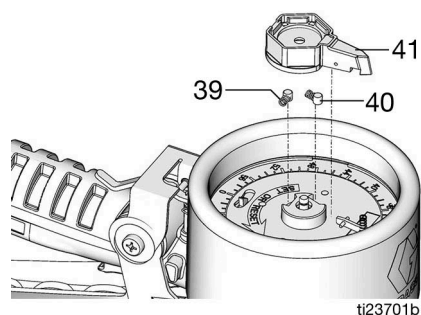

FIG. 34
4. Installare il puntatore ad ago (41), le molle (39) e i perni (40) (FIG. 34).